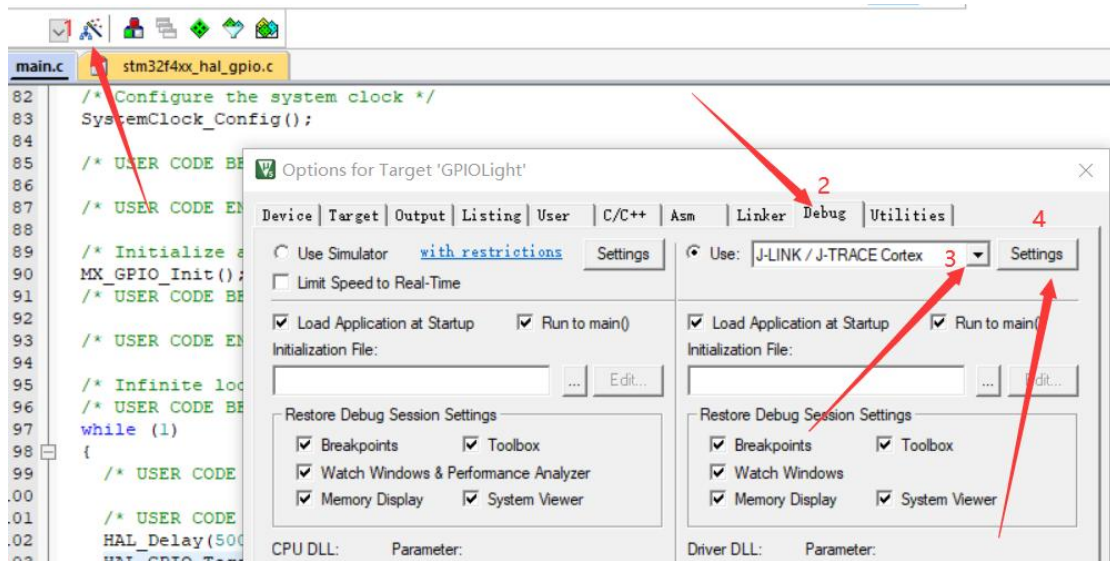

图 5.1.11 下载编译设置
10) 进入工程后进行仿真调试工程的相关设置, 如图 5.1.11 与 5.1.12 所示。